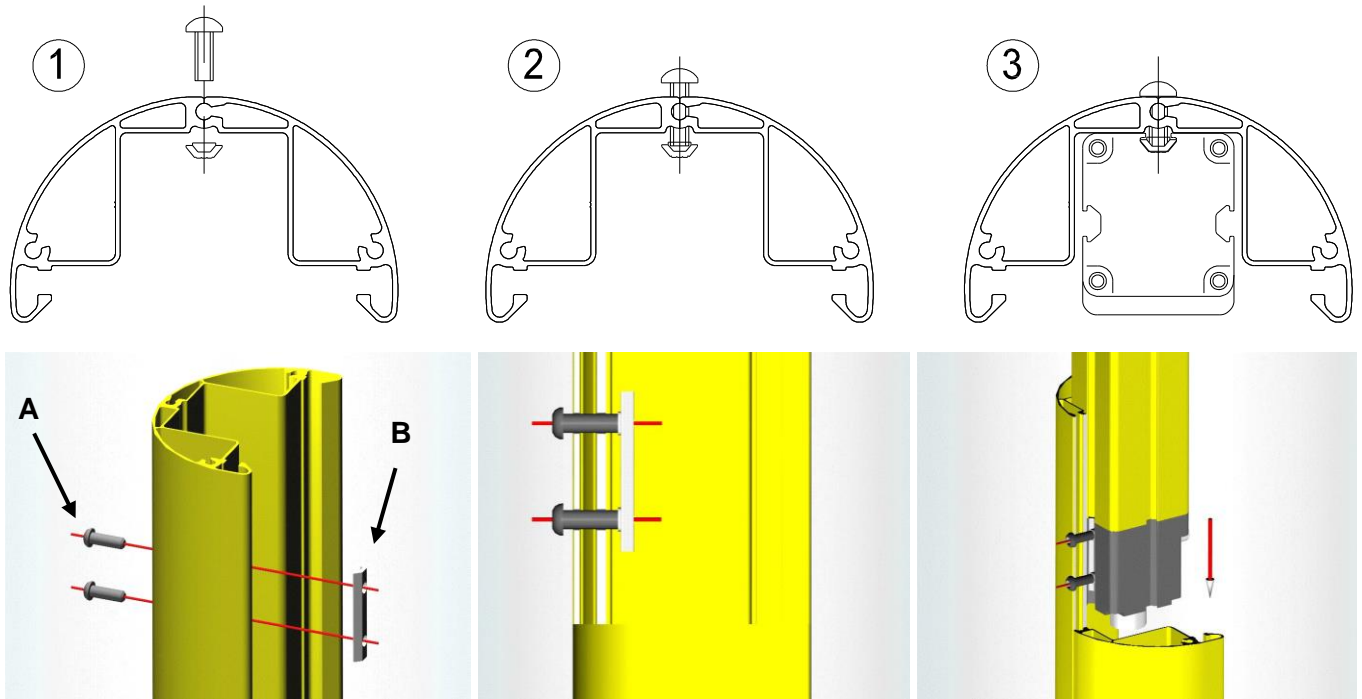

Figure 2
- Predisporre nei fori della colonna le viti (A) con le piastrine (B), **fig.2 passo1;**
- Avvitare le viti con le piastrine provvisoriamente (un giro di vite) **fig.2 passo2;**
- Alloggiare la barriera all'interno della colonna inserendola dall'alto, facendo in modo che tutte le piastrine precedentemente predisposte, entrino nella scanalatura della barriera, **fig.2 passo3;**
- Insert the allen screws (A) in the holes of the column **fig.2 step 1**;
- Turn the allen screws once to the tapped metal plates (B) **fig.2 step 2**;
- Insert the barrier from the top into the column, (make sure that all the tapped metal plates slide in the slot on the back of the barrier, **fig.2 step 3**);